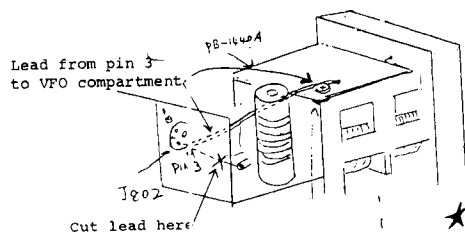

Figure 2
- 2) Riferirsi alla fig. 2, e tagliare il filo di massa dal pin 3 del J802; il filo deve essere rivoltato così da realizzare il collegamento dal pin 3 di J802 alla scatola dell'unità VFO